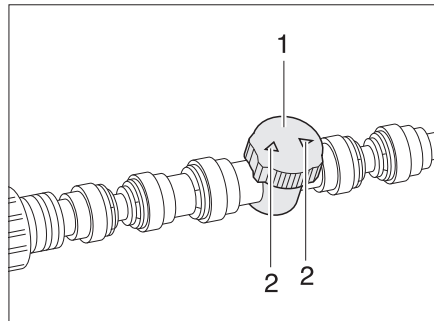

Bild 121 Regulator golvvärme
- Ställ reglaget (Bild 121,1) på önskat flöde (max. flöde = pilarna (Bild 121,2) i ledningsriktningen).
- Vrid reglaget (Bild 121,1) så att pilarna (Bild 121,2) står tvärs mot värmeledningen.